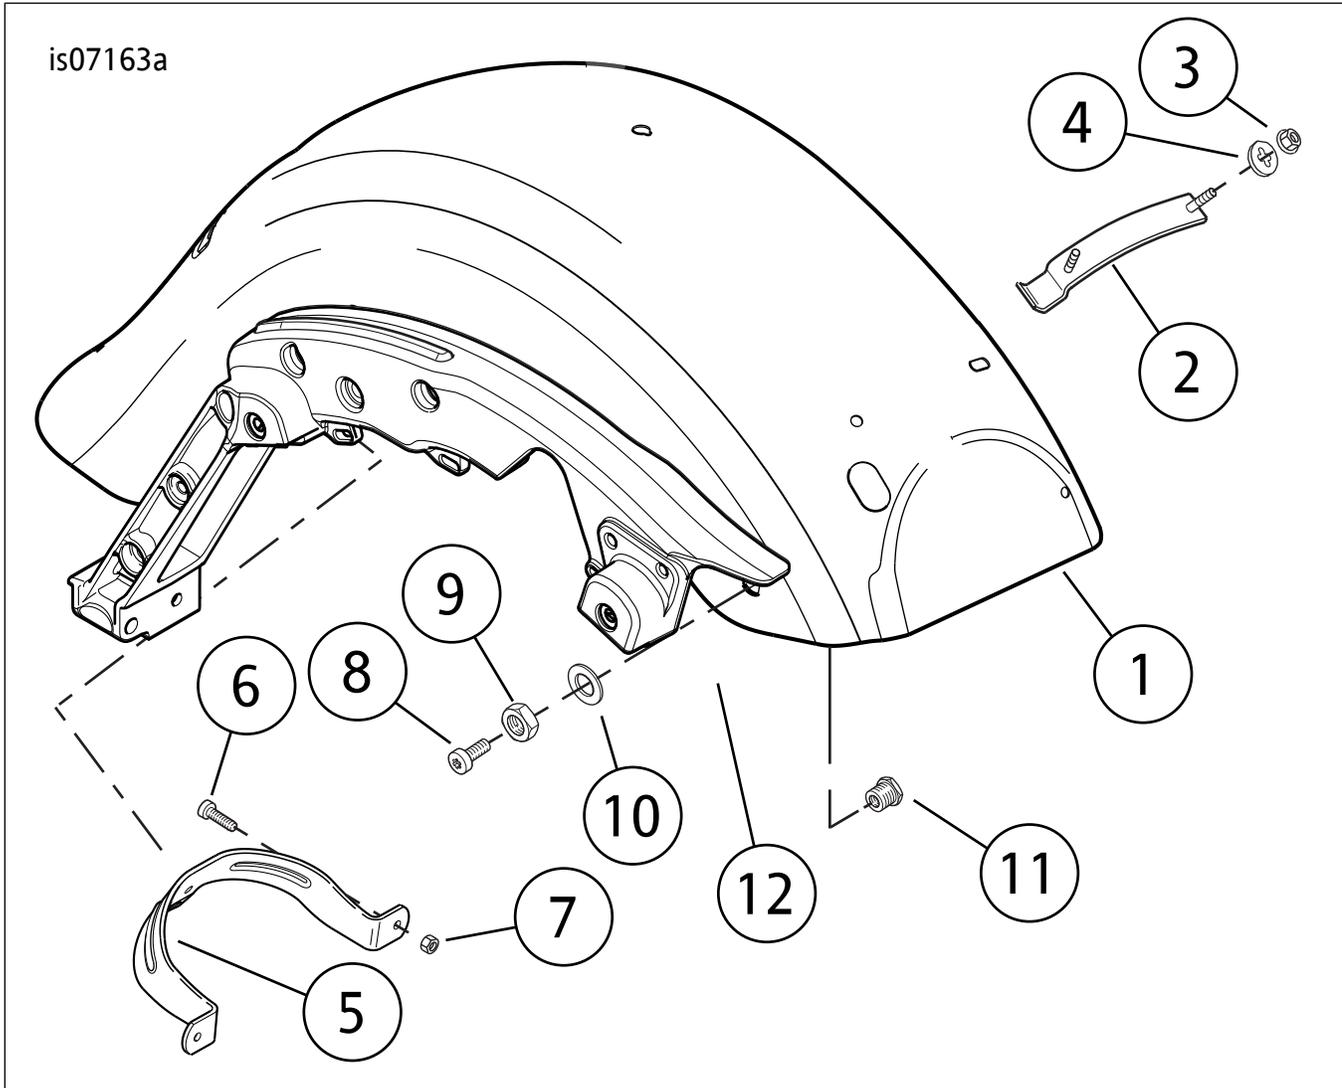

图3。布线图，音频线束69200321
3. 如果目前有连接至六路车辆互连线束插座盒[6B]和收音机背面的35路插座[28A]的线束,从车辆断开并拆下该线束。参见图3和表1:项目1。将来自新的音频线束的黑色六路音频线束插针盒[6A](标有CONNECTOR6(连接器6))插入车辆互连线束插座盒[6B]。
4. 参见图3和表1。将两路连接器[35FB](2)插入左侧挡风板扬声器。将两路连接器[35TB](4)插入左侧高音扬声器。